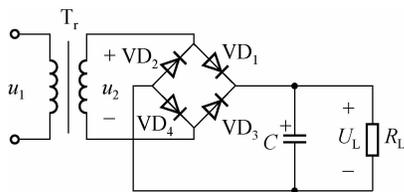

图6
(1)搭建的具有降压、桥式整流和滤波功能的电源电路如图6所示。